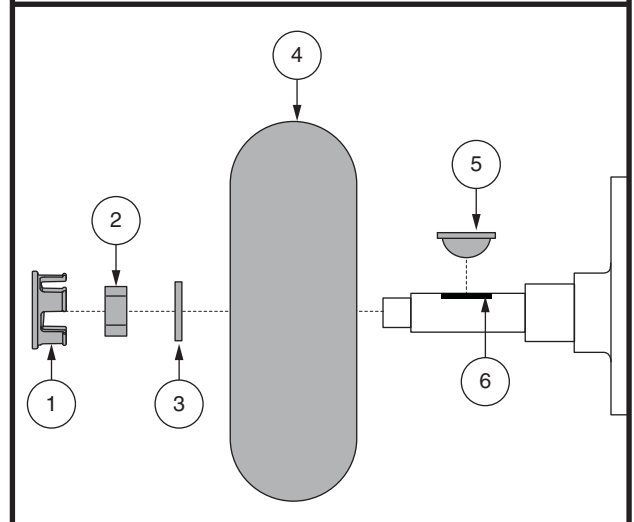

Figure 25. Enlèvement de la roue motrice
3. Enlever le bouchon de roue, l'écrou et la rondelle de roue motrice sur l'essieu. **Voir la figure 25.**
4. Retirez les écrous de la roue motrice de la moyeu. **Voir la figure 25.**
9. Glisser la nouvelle roue en place. Assurez-vous que la clef est bien ancrée dans la rayure de clef. **Voir la figure 25.**